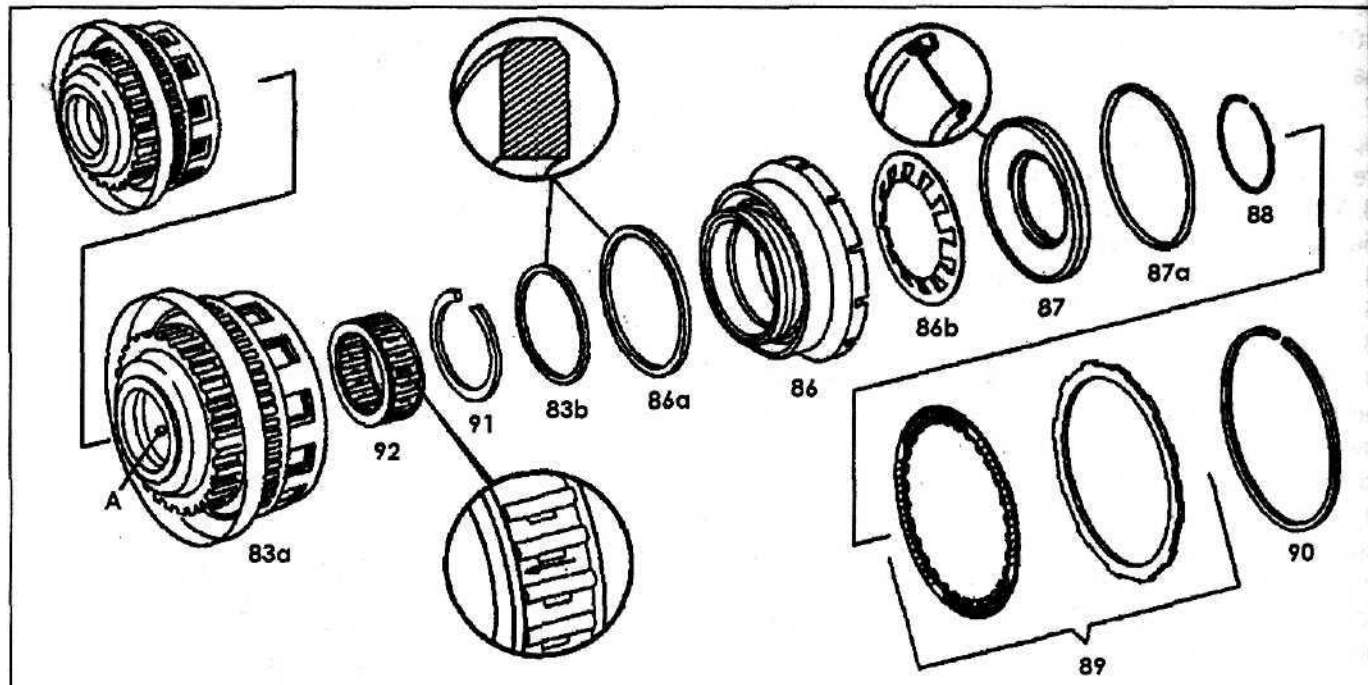

Рис. 72. Блокировочная муфта K1.
8. Установите переднюю муфту свободного хода (92) и стопорное кольцо (91). Муфту свободного хода (92) следует установить так, чтобы стрелка на ней была направлена так, как показано на рис. 72.